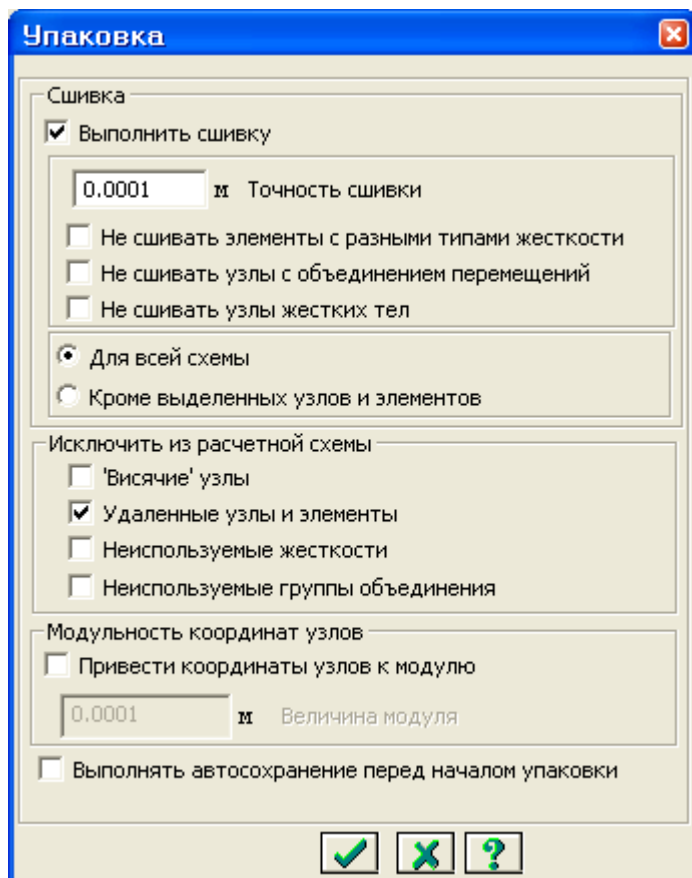

Рис.6.4. Диалоговое окно Упаковка схемы
- В диалоговом окне **Упаковка** (рис.6.4) щелкните по кнопке  – **Подтвердить** (упаковка схемы производится для сшивки совпадающих узлов и элементов, а также для безвозвратного исключения из расчетной схемы удаленных узлов и элементов).